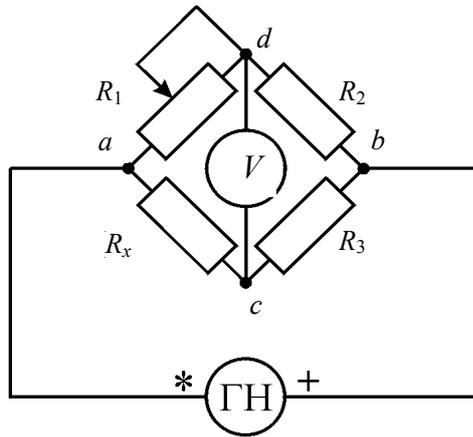

Рис. 2
Рассмотрим схему моста постоянного тока, представленную на рис. 2. Здесь R_x – неизвестное сопротивление; R_1 – переменное сопротивление; R_2 и R_3 – известные сопротивления. Во входную диагональ моста (ab) включается источник постоянного напряжения (ГН), а в выходную (cd) – индикатор равновесия (вольтметр, осциллограф или миллиамперметр с большим внутренним сопротивлением). Если разность потенциалов между точками c и d $\varphi_c - \varphi_d$ равна нулю, то мост находится в равновесии. Следовательно, если мост находится в равновесии, измерительный прибор, подключенный к точкам c и d , будет показывать «ноль». Установление состояния равновесия моста обеспечивается изменением переменного сопротивления R_1 .
3. Соберите схему, показанную на рис. 2.
Внимание! В качестве резистора, обозначенного как R_2 , рекомендуется использовать резистор с сопротивлением, равным 680 Ом, а в качестве резистора, обозначенного на рис.2 как R_3 – резистор 820 Ом. Напряжение генератора установите в диапазоне от 5 до 15 В.